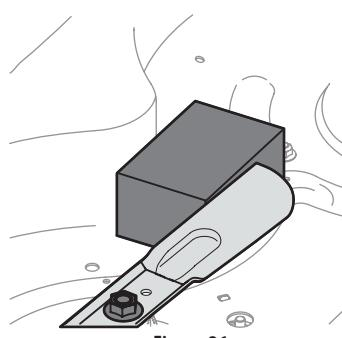

Figure 26
2. Placez un morceau de bois entre le boîtier du plateau de coupe et la lame de coupe pour empêcher tout mouvement. Voir Figure 26.